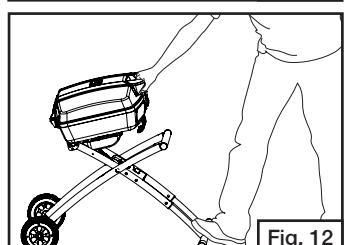

Fig. 12
- Avec le pied, retenez la poignée de traction, tirez sur la poignée du couvercle vers le haut et faites monter jusqu'à ce que le support soit complètement déployé. (Fig. 12)